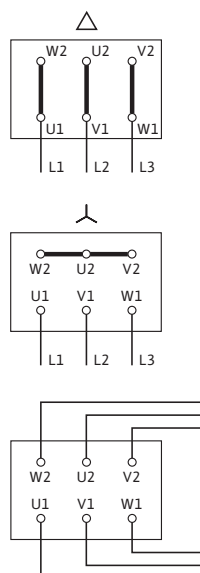

Fig. 12: Alimentation réseau
- Le schéma de raccordement électrique se trouve dans le couvercle de la boîte à bornes (voir aussi fig. 12).
- L'alimentation réseau du bornier dépend de la puissance du moteur P_2 , de la tension d'alimentation et du type de branchement. Pour le couplage nécessaire des ponts de liaison dans la boîte à bornes, se reporter au tableau suivant et à la fig. 12.